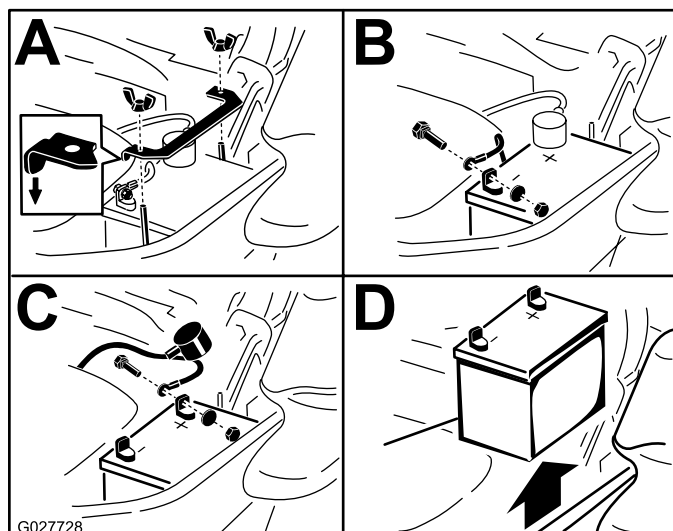

Figure 65
3. Retirez la batterie, comme montré à la Figure 65.
Remarque: Placez la batterie dans son support en tournant les bornes à l'opposé du réservoir hydraulique (Figure 65).